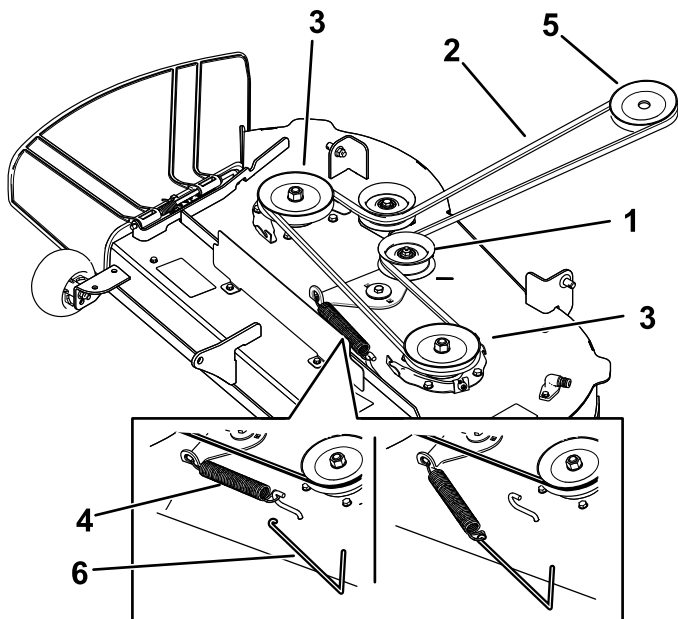
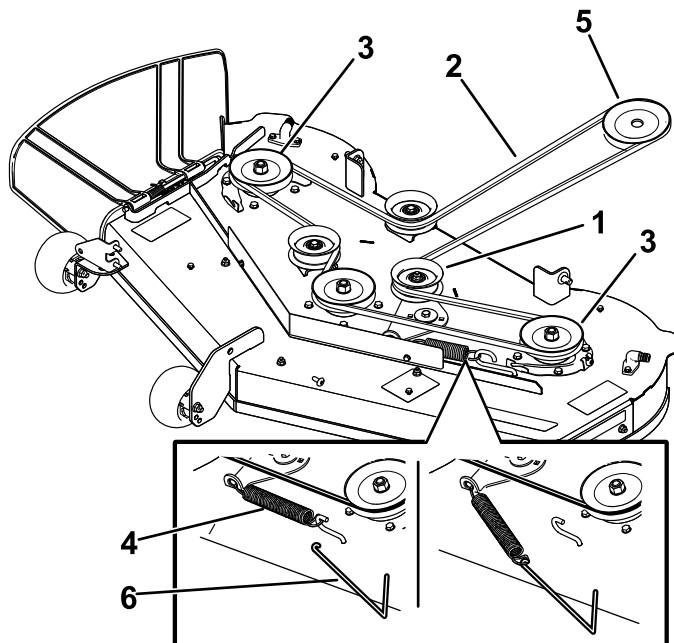

Рисунок 54
Рисунок 55
6. Используя съемник пружин (№ 92-5771 по каталогу Toro), снимите пружину натяжного шкива с крюка деки, чтобы снять натяжение с натяжного шкива, и снимите ремень со шкивов (Рисунок 54 или Рисунок 55).
7. Проложите новый ремень вокруг шкива двигателя и шкивов газонокосилки (Рисунок 54 или Рисунок 55).
8. Используя съемник пружин (№ 92-5771 по каталогу Toro), установите пружину натяжного шкива на крюк деки и создайте натяжение на натяжном шкиве и ремне газонокосилки (Рисунок 54 или Рисунок 55).